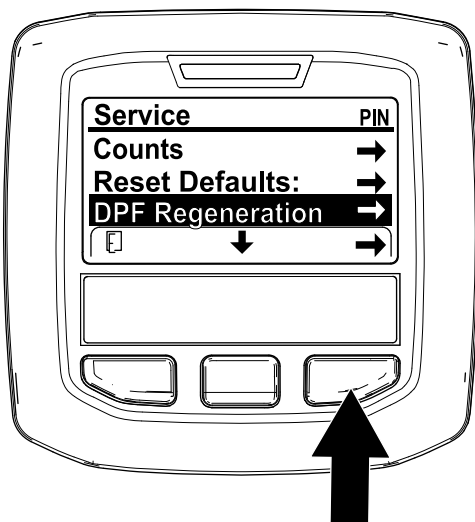

Bild 28
1. Navigieren Sie auf das Menü „Service“ und drücken Sie die mittlere Taste, um auf die Option DPF REGENERATION zu navigieren (Bild 28).
2. Drücken Sie die rechte Taste, um den Eintrag „DPF Regeneration“ auszuwählen (Bild 28).